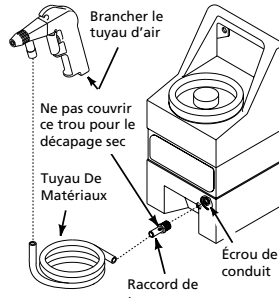

Figure 6 - Modèle AT121002
2. Brancher le tuyau de matériaux au raccord de tuyau flexible. Brancher l'autre sens du tuyau de matériaux au pistolet (Voir Figure 6). Ne jamais